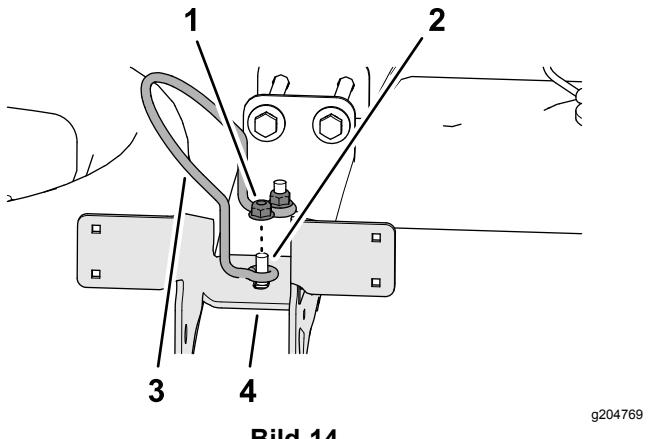

Bild 14
- Befestigen Sie den Anschlag des Behälterdeckels und die zwei Sicherungsbundmuttern, die Sie in Schritt 1 entfernt haben, an den zwei oberen Schlossschrauben (Bild 14).